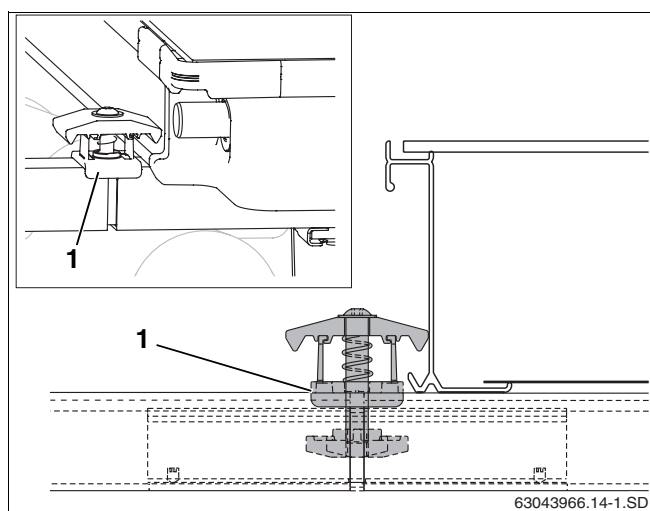

Fig. 44 Montaje del tensor bilateral del colector
- ▶ Coloque el tensor bilateral del colector con la tuerca hacia delante en la abertura del perfil guía y de la pieza de unión de tal forma que el distanciador de plástico (fig. 44, **pos. 1**) envuelva al perfil guía.